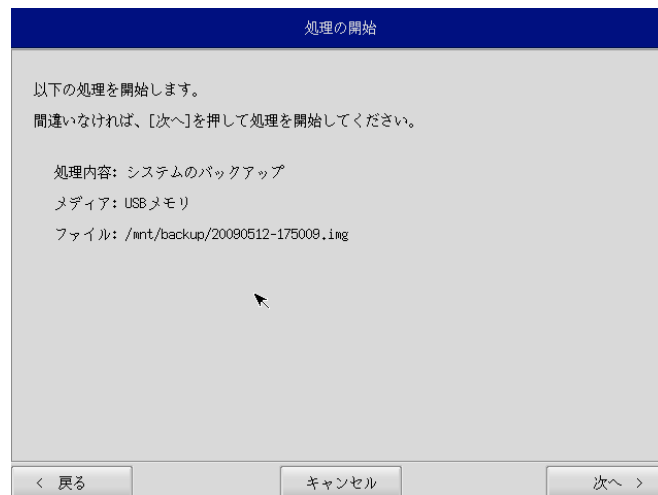

図 5-4-4. 確認画面
- ⑨ 確認画面（図 5-4-4）が表示されます。メディア、パーティション、保存ファイルを確認します。[次へ]ボタンを押します。